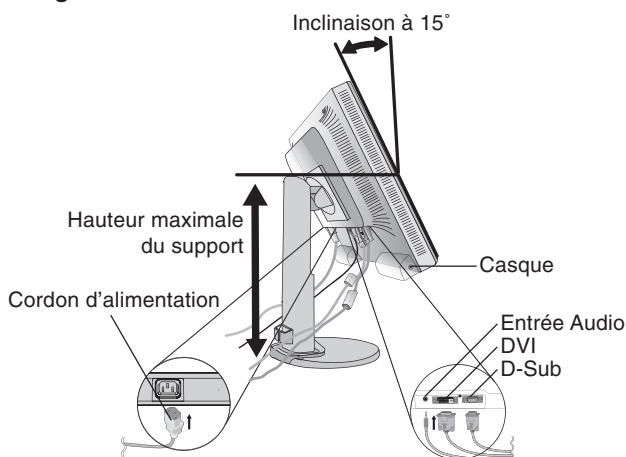

Figure B.1
3. Placez les mains de chaque côté du moniteur pour incliner l'écran LCD de 15 degrés et le placer sur la position la plus haute (**Figure B.1**).
4. Reliez tous les câbles au connecteur approprié à l'arrière du moniteur (**Figure B.1**).